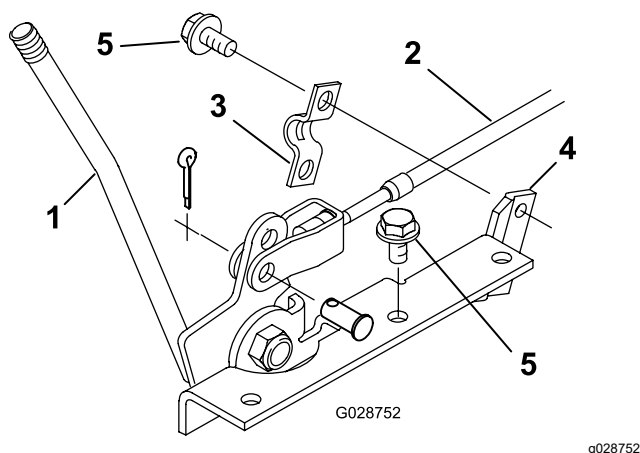

Figure 13
3. Fixez la chape du câble de PDF dans le trou inférieur du levier de PDF à l'aide d'un axe de chape et d'une goupille fendue (Figure 13).
- Fixez le câble de PDF au support de levier de PDF avec un étrier et 2 vis autotaraudeuses (Figure 13).